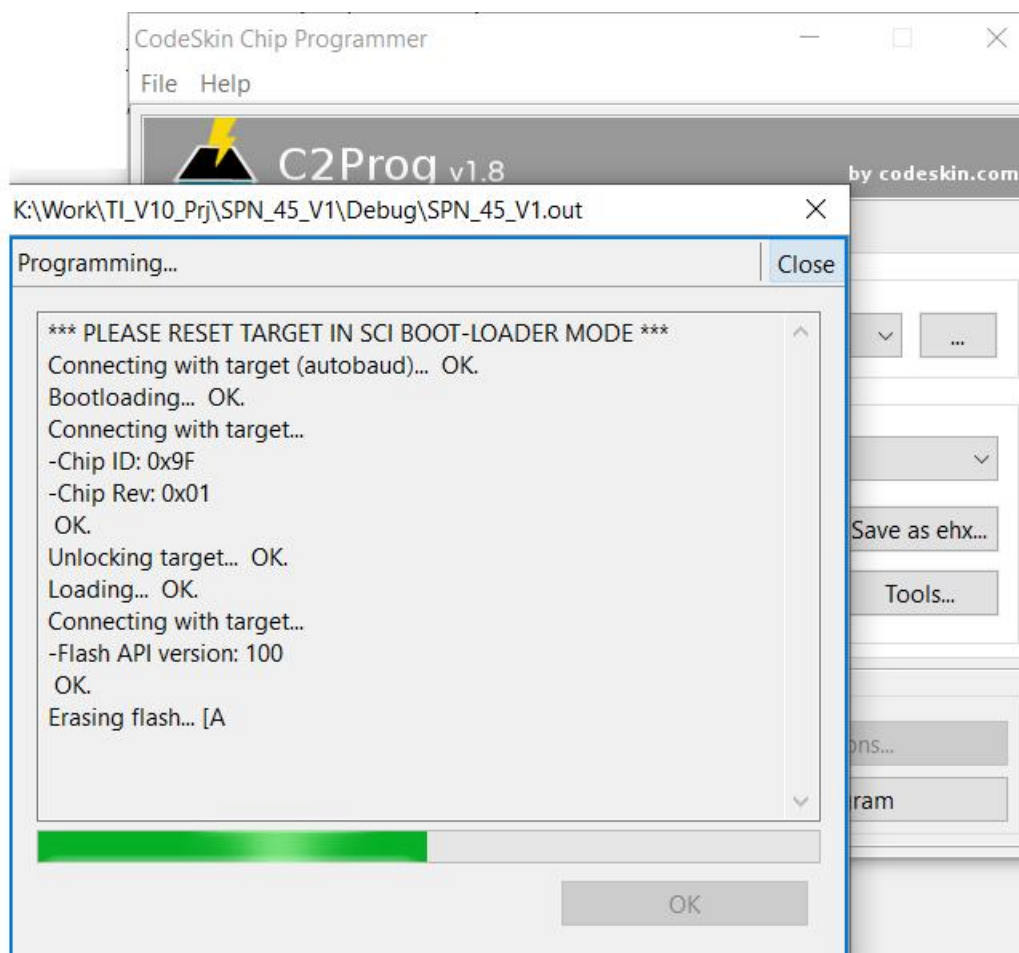

Рис. 7 – Процесс записи программы
6. Включить питание системы управления. Если все сделано правильно, на семисегментном индикаторе системы управления не должно ничего отображаться. Если на индикаторе есть символы, значит система управления не перешла в режим программирования. Это может быть, если на контакты, на которые установлена переключатель (пункт 1) попал лак. Выключить питание, снять переключатель и почистить контакты. Если это помогло, нажать кнопку Program (см. рисунок 7), если нет, повторить процедуру чистки контактов.